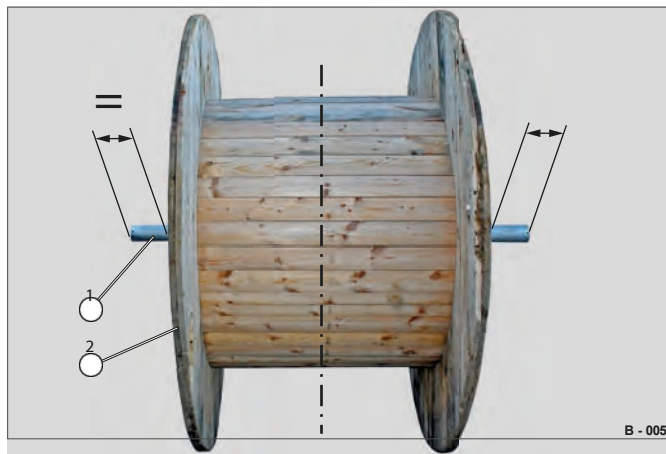

Fig. 7 Nivellering av positionen
► Placera transportaxeln (Fig. 7/1) centrerat i kabeltrumman (Fig. 7/2)